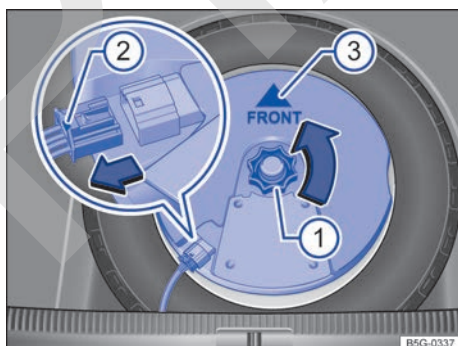

Fig. 156 En el maletero: desmontar el subwoofer (variante 2).
- Desenrosque la ruedecilla → fig. 156 ① en el sentido de la flecha.
- Para desbloquear el conector, presione el bloqueo que hay en el extremo del conector ②.
- Coloque el subwoofer en la base de la llanta con cuidado. Al hacerlo, la punta de la flecha "FRONT" → fig. 156 ③ que hay en el subwoofer deberá señalar hacia delante.
- Acople el conector hasta que el bloqueo ② encastre de forma audible.
- Enrosque la ruedecilla ① en el tornillo prisionero en el sentido contrario al de la flecha hasta que el subwoofer quede bien fijado.